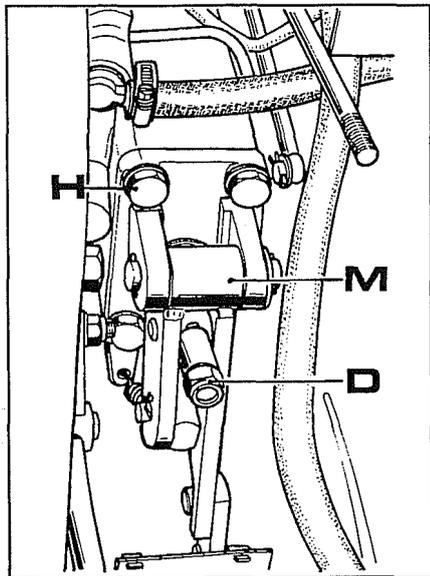

Abb. 10
- 2 Die Mutter **D** Abb. 10 entfernen und dann das Vorgelege **M**, indem man die Schrauben **H** losdreht.